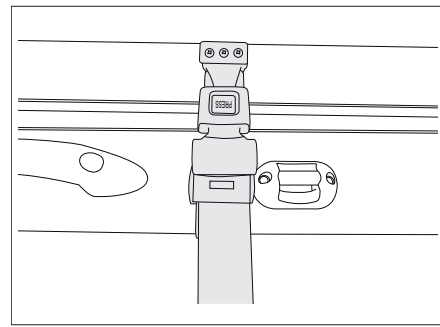

Bild 125 Sicherungsgurt Hubbett manuell
- Das Hubbett mit dem Sicherungsgurt am Dach sichern (Bild 125).